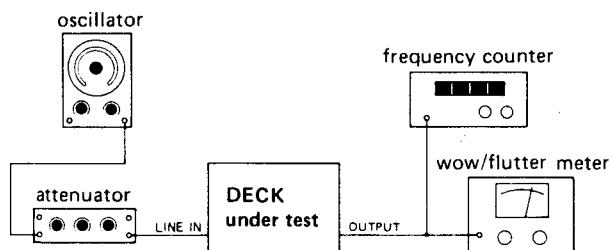

Fig. 4-10 Connection for tape speed, wow and flutter
- Connect a frequency counter to the deck as shown in Fig. 4-10.
- Fig.4-10のよう周波数カウンタをデッキに接続する。